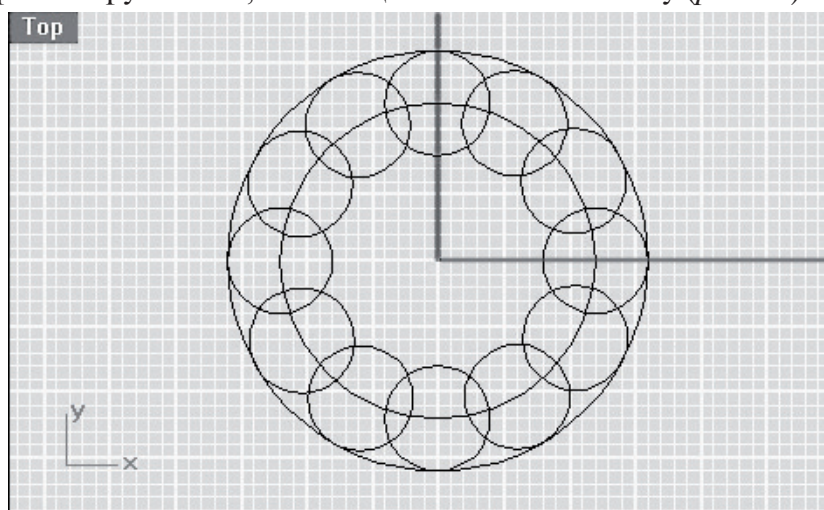

Рис. 56. Вспомогательные малые окружности
2. Создаем еще 12 окружностей ($R = 4$) с центрами, лежащими на первой окружности, с помощью Tools-Polar Array (рис. 56).